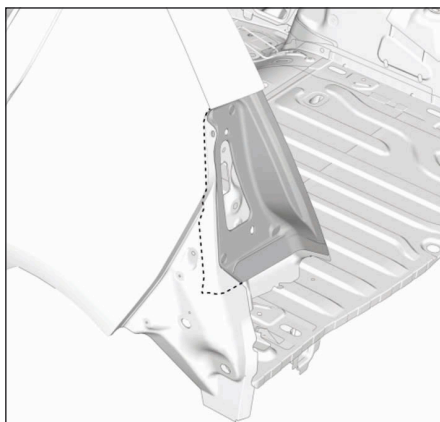

FIG.79
- Respecter la ligne de coupe (Fig.79).